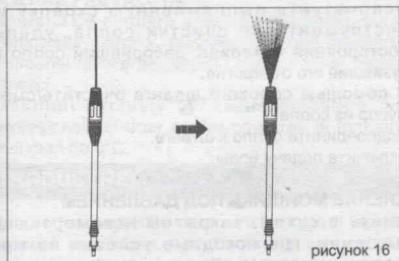

рисунок 16
- Поверните сопло, чтобы отрегулировать форму струи (см. рисунок 16.).